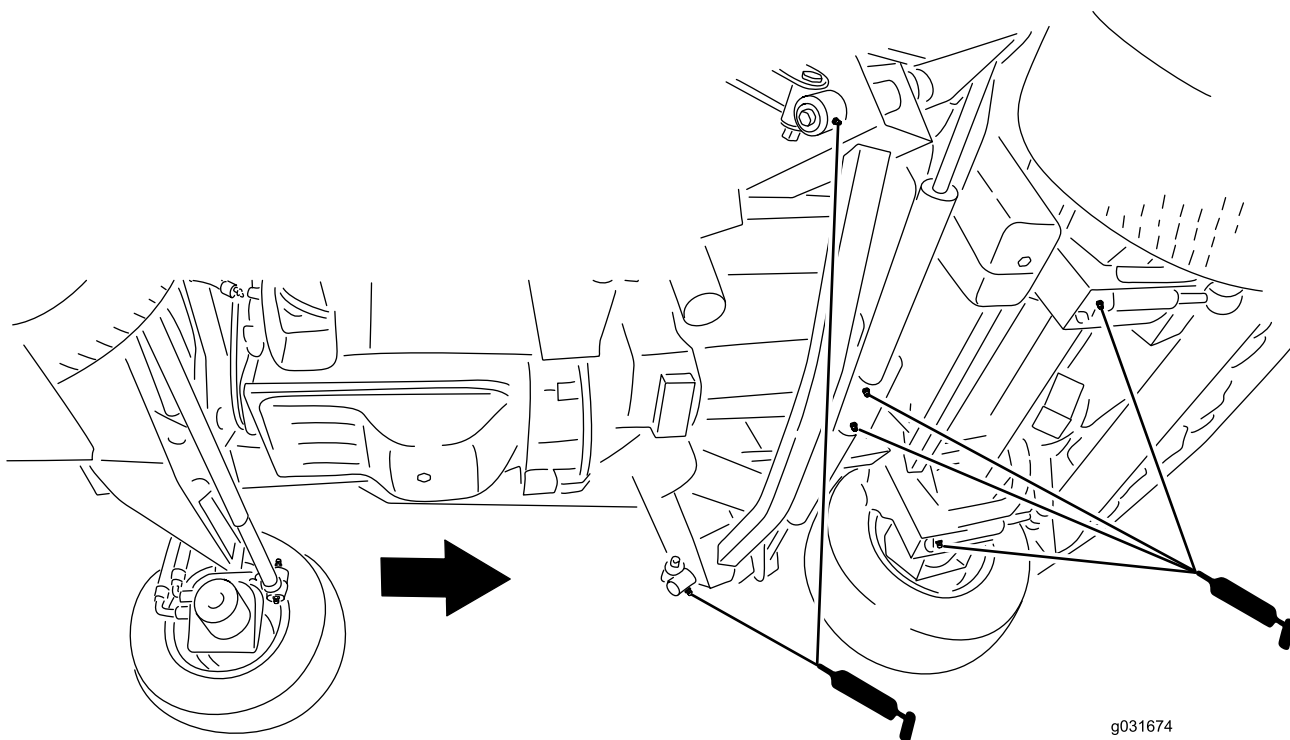

Рисунок 69
- Рычаги амортизаторов (2 шт.) (Рисунок 69)
- Шарниры гидроцилиндров подъема передней деки (2 шт.) (Рисунок 69)
- Шарниры гидроцилиндров подъема боковой деки (2 шт.) (Рисунок 69)